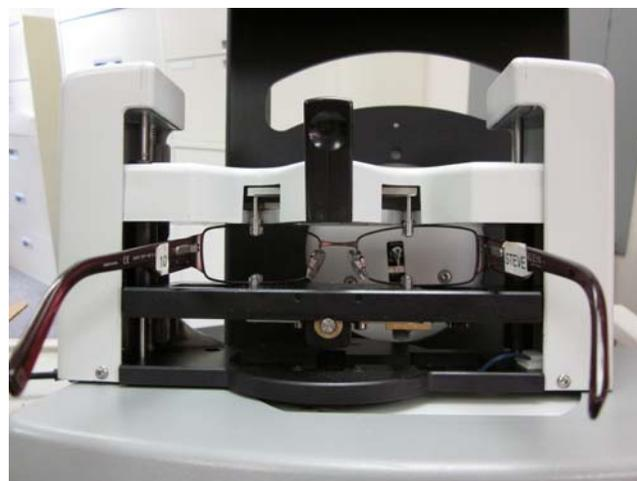

Figure 3.1b: Monture en place, prête au traçage.
4. Relâchez l'actionneur du système de maintien de la monture. La Figure 3.1b vous montre la monture en place.